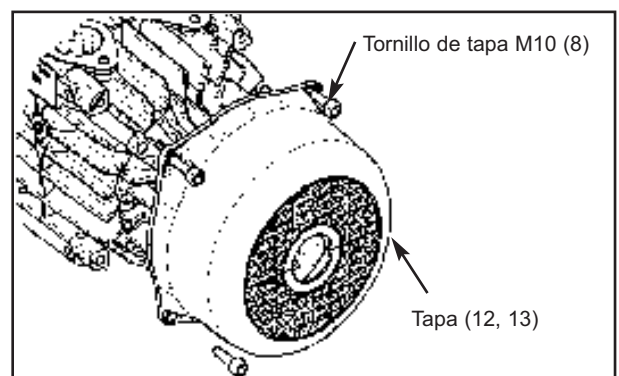

Figura 29
7. Coloque las dos tapas (12 y 13) en los ventiladores con los tornillos de tapa M10 (8). Apriete los tornillos de tapa con un par de 26 lbs ft (35 Nm) ; ver la figura 29.